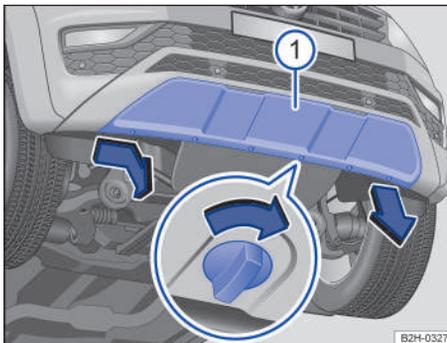

Fig. 168 En el lado derecho del paragolpes delantero: cubierta, variante 2.
① Cubierta
1. Gire los tornillos de cierre aprox. 90 grados en el sentido de la flecha → fig. 168.
2. Incline la cubierta un poco hacia abajo y extraiga una pestaña de sujeción del paragolpes en el lado derecho del vehículo ①.
4. Extraiga las demás pestañas de sujeción del paragolpes y deposite la cubierta dentro del vehículo de forma segura ①.